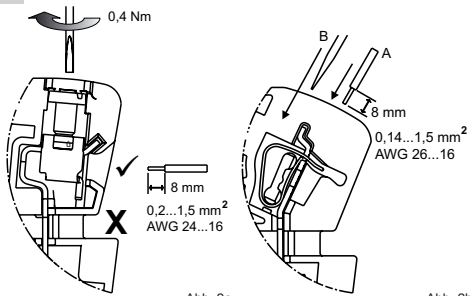

Abb. 2a
**Schraubanschluss (Abb. 2a)**
**Screw connect (Figure 2a)**